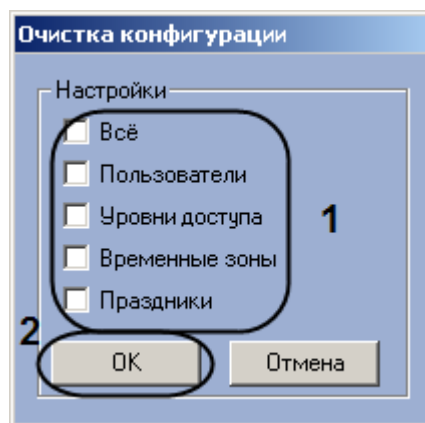

Рис. 3.5—4 Очистка конфигурации контроллера ЕС 202
- 1.3 Нажать на кнопку **ОК** (см. Рис. 3.5—4, 2).